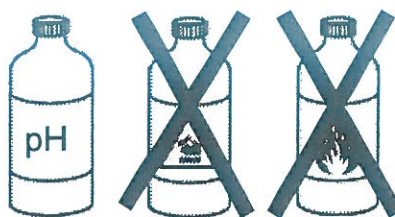
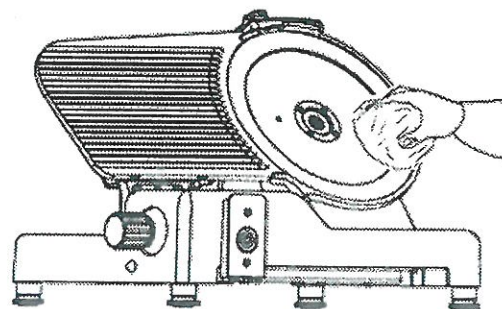

Abb.50
Abb.51
- den Wagen (2) ganz zurück schieben (a); den Festklemmdrehgriff (3) des Tellers etwas abschrauben und den Wagen zu sich hin drücken, dann den Feststellendrehgriff ganz abschrauben und den Wagen (4) nach oben abheben (b);
- Nach Abnahme des Wagens, kann der Produktteller sorgfältig mit lauwarmem Wasser und dem mitgelieferten oder einem neutralen Reinigungsmittel (pH 7) gereinigt werden (Abb.50)
**ACHTUNG:** Zur Reinigung des Schneideblatts, Metallhandschuhe (1) und ein feuchtes Tuch benutzen (Abb. 50)
Den Zugbolzen-Drehgriff abschrauben und die Schneideblattabdeckung(2) abnehmen (Abb. 50). Das Schneideblatt kann nun gereinigt werden (Abb.51)
1. die Abdeckung abnehmen (Abb.50);
4. Die Maske (b) auf das Schneideblatt setzen und mit dem Ring paaren (Abb. 50 Detail c);